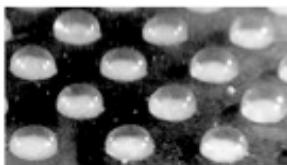

Fig. 1
8. Når tidtakeren piper, må du sjekke mikrodomene for å se om alle er klare for innsamling – hevede, klare og skinnende. (Fig. 1)